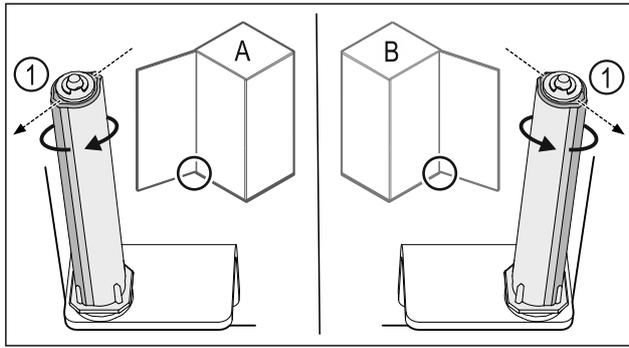

Fig. 48 Butée gauche (A) / butée droite (B)
- ▶ Tourner le système de fermeture contre la résistance jusqu'à ce que l'arête du système de fermeture Fig. 48 (1) soit tournée vers l'extérieur.